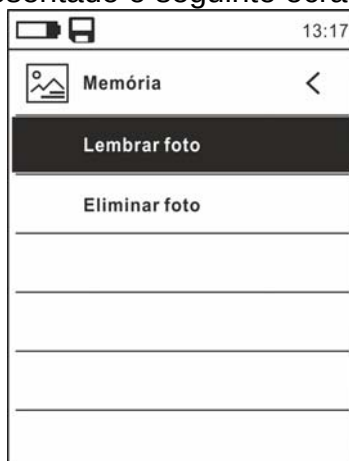

Fig. 15: menu Memória
31. Usar os botões ▲ ou ▼ e os botões ≡ ou ► para a seleção da opção “Eliminar foto” (ver Fig. 15). No display é apresentado o seguinte ecrã: